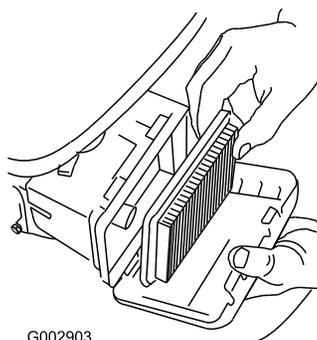

Figura 36
3. Rimuovete il filtro (Figura 36).